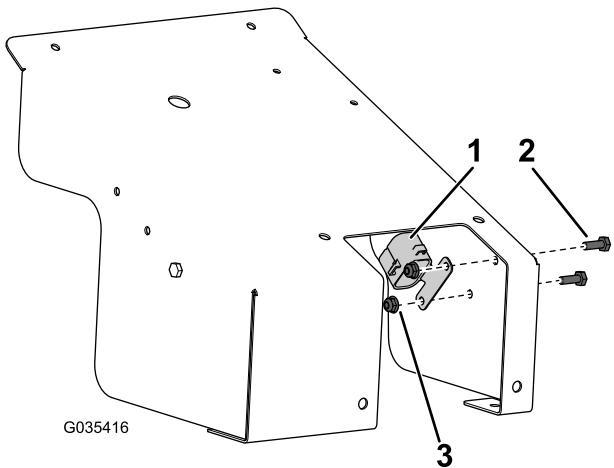

Figura 9
7. Remova a tampa do bloco de fusíveis (Figura 9) da cablagem.
8. Monte a tampa do bloco de fusíveis no interior da cobertura com 2 parafusos ($\frac{1}{4}$ pol. x $3\frac{1}{4}$ pol.) e 2 porcas ($\frac{1}{4}$ pol.), como se mostra na Figura 9.